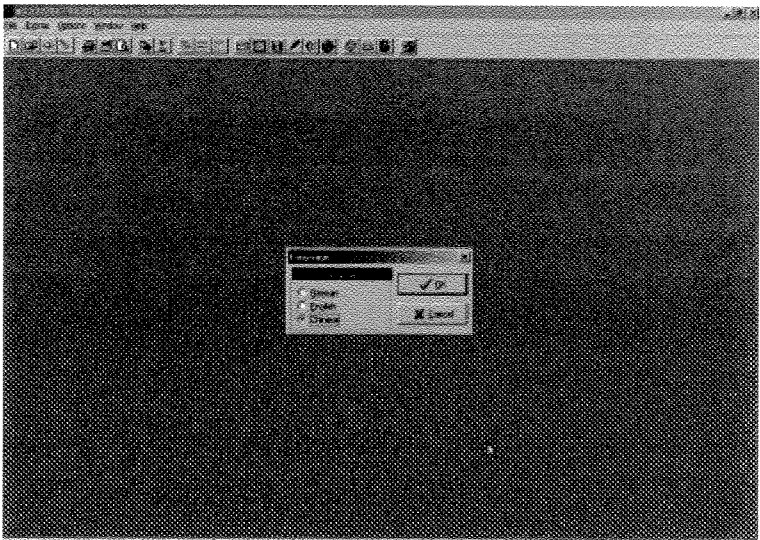

图 1-19 软件语言菜单选择
(5) 进入如图 1-19 所示界面, 选择【Chinese】, 软件菜单变为中文。软件安装完毕。